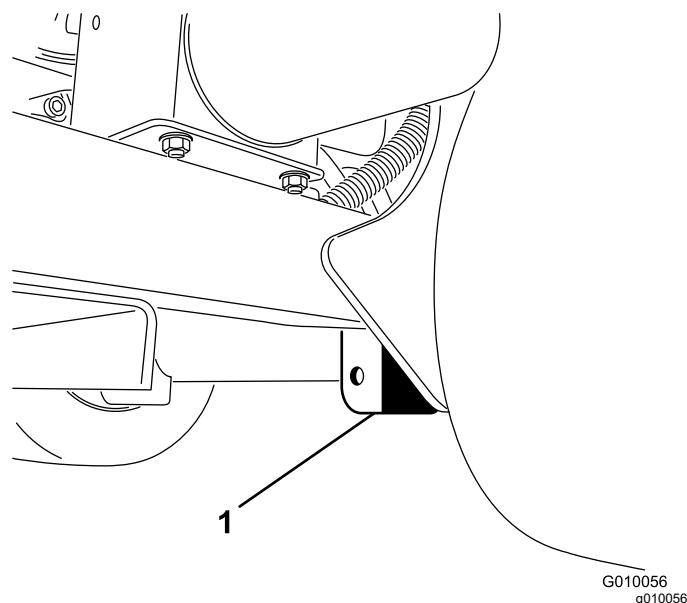

図 37
3. 後ホイールのすぐ内側にあるフレームプレートの下にジャッキを確実に置く(図 37)。